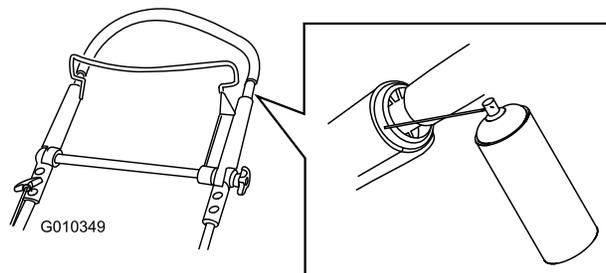

Bild 42
1. Sprühen Sie die äußeren Kunststoffenden des inneren Bügels ein (**Bild 42**).